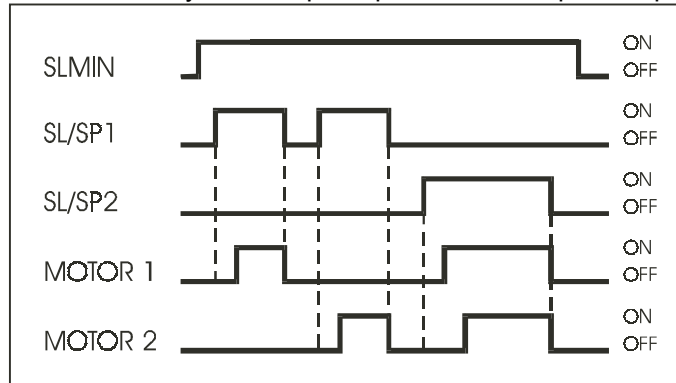

Рисунок 3
- Поплавок SL1 управляет чередованием пуска и остановки для двигателя 1 и 2 (двигатель запущен с задержкой приблизительно 0.5 с, и остановкой немедленно, см. рис. 3).
- Поплавок SL2 управляет пуском и остановкой для обоих двигателей (после двигателя 1, двигатель 2 запускают с фиксированной задержкой приблизительно 0.5с, см. рис.3).